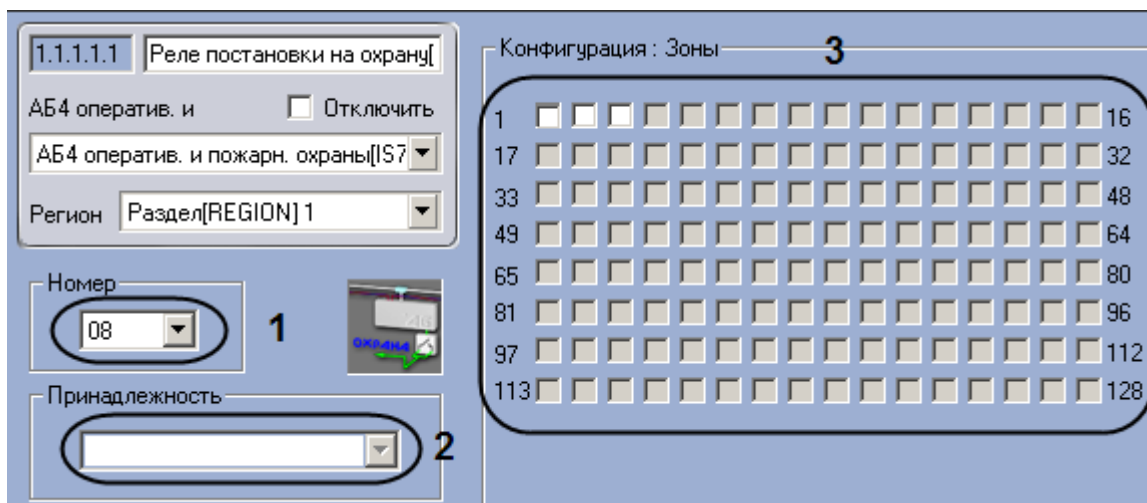

Рис. 3.7—26. Настройка реле постановки на охрану
2. Из раскрывающегося списка **Номер** выбрать аппаратный адрес реле постановки на охрану контроля двери (см. Рис. 3.7—26, 1).
3. Из раскрывающегося списка **Принадлежность** выбрать объект **Зона охраны, Зона охраны и доступа, Зона пожаротушения** или **Зона тревожных кнопок**, к которому относится данное реле постановки на охрану (см. Рис. 3.7—26, 2).